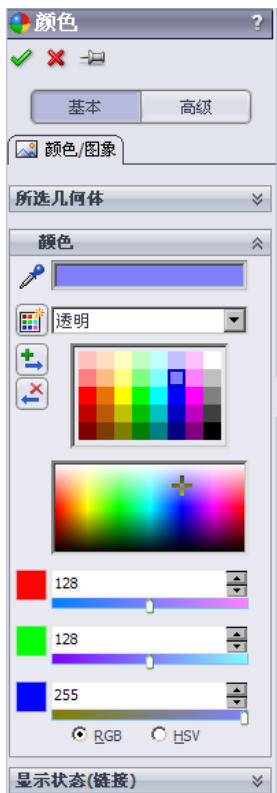

图 10.2.23 “颜色”对话框
Step1. 选择命令。选择下拉菜单 **编辑(E)** → **外观(A)** → **外观(A)...** 命令，系统弹出“颜色”对话框（图 10.2.23）和“外观、布景和布景”任务窗口。
Step3. 设置常用类型。在“生成新样块”按钮  的下拉列表中选择 **透明** 选项，在 **颜色** 区域中选择图 10.2.23 所示的颜色。